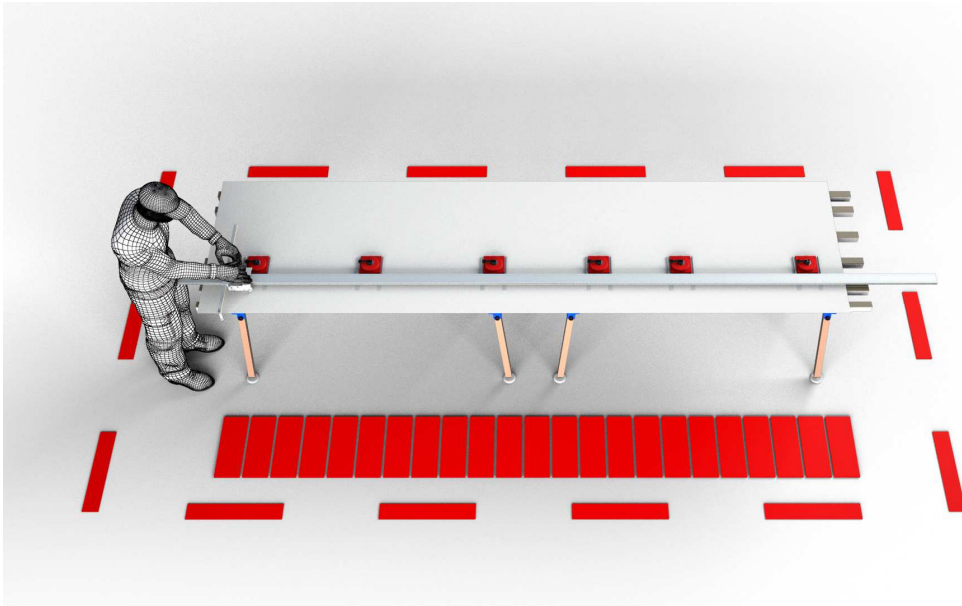
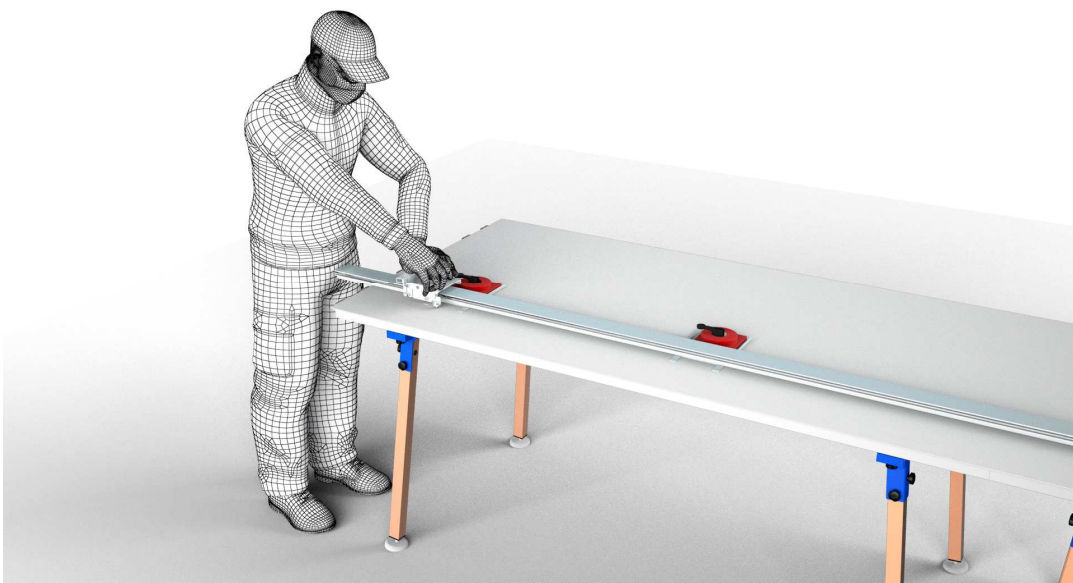

Abb. 6.1 Arbeitsbereich des Bedieners
Abb. 6.3 Funktionsweise der Maschine
Die Maschine muss so positioniert werden, dass der auf Abbildung 6.1 „vorgesehener Raum“ wiedergegebene Mindestraum eingehalten wird.
Die Maschine muss in einem eigens dafür vorgesehenen Bereich positioniert werden, der dem Bediener während ihrer Benutzung Bewegungsfreiheit gewährt. In diesem Sinne wird eine Position als geeignet angesehen, die einen umgebenden freien Platzbereich von mindestens einem Meter von jeder der 4 Seiten der Maschine vorsieht. Während der Verwendung muss der Bediener sich entlang der Führung bewegen (siehe Abb. 6.1), dabei mit einer Hand den Kugelgriff der Schneidvorrichtung packen und die andere Hand auf den Wagen legen (siehe Abb.6.3).
9. Den Schnitt schnell und konstant durchführen, indem mit einer Hand auf den Kugelgriff und mit der anderen auf den Wagen gedrückt wird, wie in Abb. 6.3 angegeben.